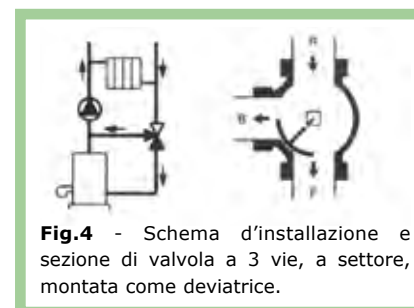

Fig. 4 - Schema d'installazione e sezione di valvola a 3 vie, a settore, montata come deviatrici.
- Valvola a 3 vie a settore, in servizio di deviazione (fig. 4).